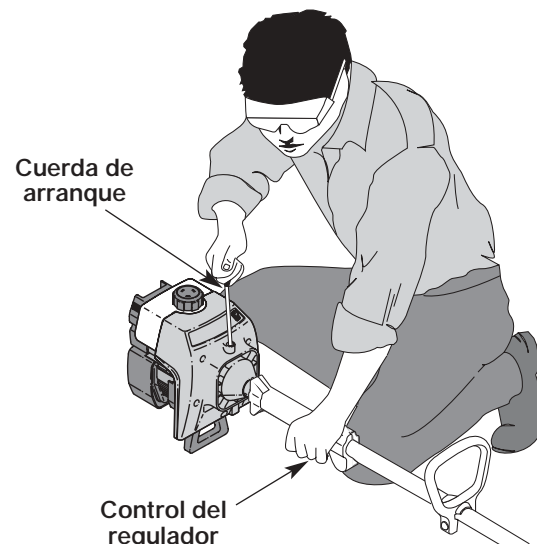

Figure 8
ADVERTENCIA: Evite los arranques accidentales. Colóquese en posición de inicio cuando tire de la cuerda de arranque (Fig. 8). El operador y la unidad deben estar en una posición estable al arrancar la unidad para evitar graves lesiones personales.
5. Con la unidad en posición de arranque (Fig. 8), apriete el control de aceleración a la posición abierta (aceleración completa). Tire la cuerda de arranque 5 veces vigorosamente mientras permanece en la posición de obturación **COMPLETA (A |—|)** position. Si el motor intenta funcionar antes del quinto tirón, proceda al paso 6.
7. Tire de la cuerda de arranque rápidamente de 1 a 3 veces para arrancar el motor (Fig. 8).
1. Saque la mano del control del regulador (Fig. 8). Deje enfriar el motor en marcha en vacío.